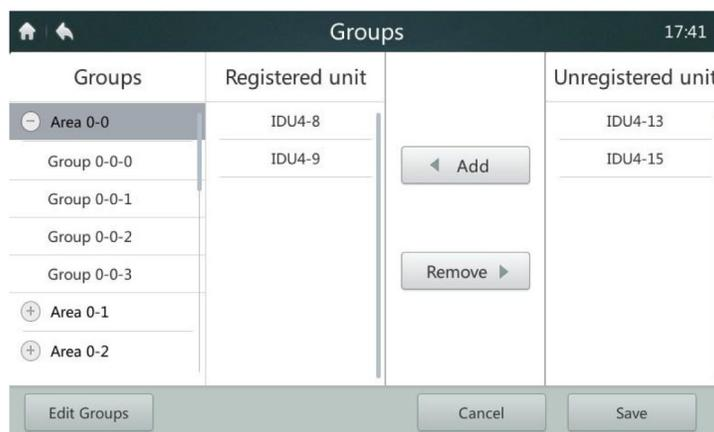

Figura 40. Página inicial 2 da página de visualização de grupos
1. O usuário precisa primeiro criar grupos. Ao serem criados, a página de visualização de grupos será exibida conforme mostrado na **Figura 40**.
2. Toque no grupo no lado esquerdo para adicionar ou excluir unidades IDU. Ver **Figura 40**.
3. Toque em um grupo no lado direito da lista de dispositivos não agrupados. Ver **Figura 40**. Toque no botão “**ADD**” para adicioná-lo ao grupo selecionado. O dispositivo será exibido na lista de dispositivos agrupados.